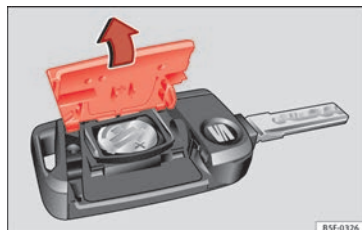

Abb. 129 Fahrzeugschlüssel: Deckel des Batteriefachs öffnen.
- Abdeckung auf der Rückseite des Fahrzeugschlüssels » **Abb. 129** in Pfeilrichtung abnehmen » ❶.
- Abdeckung wie gezeigt ansetzen » **Abb. 129** und entgegen der Pfeilrichtung auf das Fahrzeugschlüsselgehäuse drücken, bis sie einrastet.
❶ VORSICHT